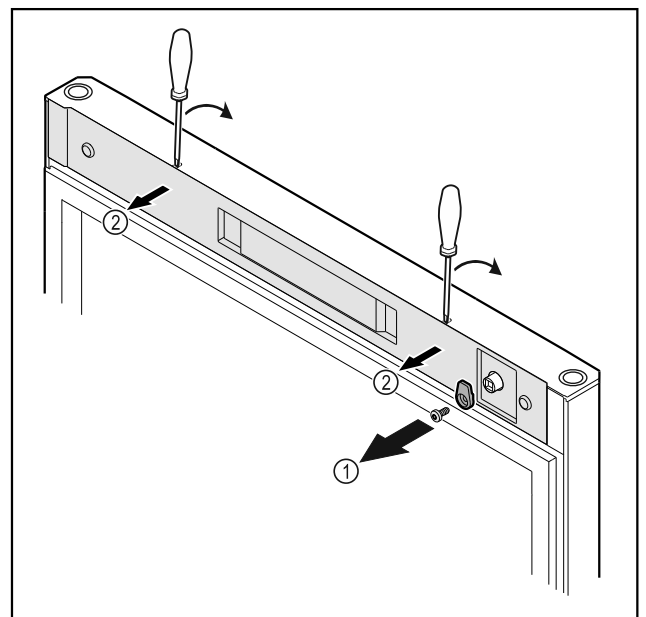

Fig. 52
► Skru av lukketappen Fig. 52 (1).
- ▶ Vipp dekselet Fig. 52 (2) ut av stilling med en liten skruetrekker, og ta det av.